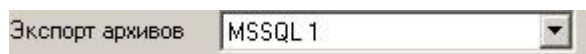

Рисунок 1.2-8. Страница свойств Настройка. Выбор БД-коонектора
4. На странице свойств OPC HDA сервера Настройка в выпадающем списке **Экспорт архивов** выберите нужный вам элемент (Рисунок 1.2-8).